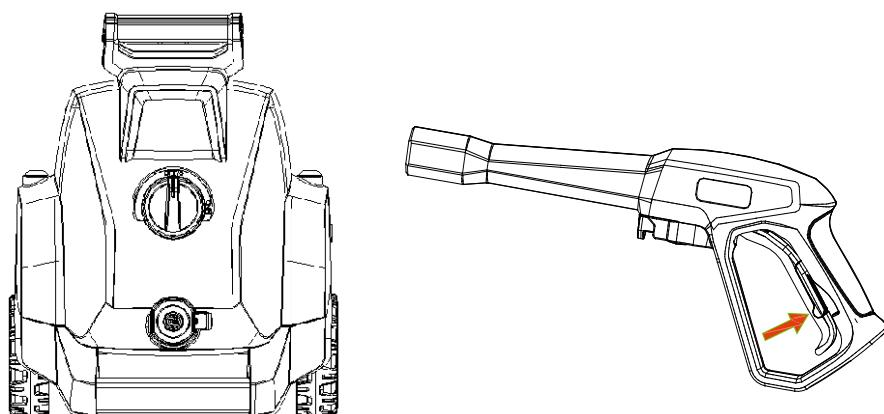

Рис. 6
- Убедившись, что шланг подачи воды подсоединен к мойке, подключите мойку к сети и включите поворотом вправо выключателя (поворот из положения «Выкл./0» в положение «Вкл./1») и нажмите на курок пистолета на показано на Рис.6..